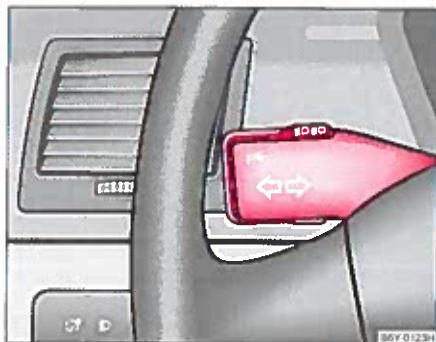

Fig. 36 Blinklys- og fjernlysarm
- Tryk fjernlysarmen fremad for at tænde fjernlyset ⇒ side 54, fig. 36.
- Tryk blinklysarmen opad eller nedad ⇒ fig. 36.